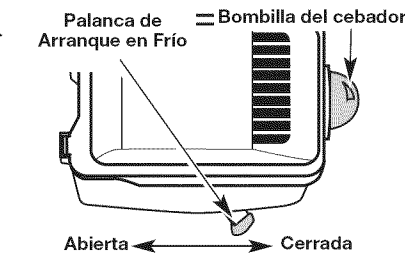

Fig. 9
SI ESTÁ FRÍO... Para funcionamiento en tiempo de frío (por debajo de 40°F), gire la palanca de arranque para tiempo frío (Fig. 9) hacia abajo hasta la posición de cerrada y continúe al paso 3. **NO** gire esta palanca hacia abajo si la temperatura está por encima de 40°F.
3. Oprima completamente y libere la pera del cebador 10 veces, lentamente. Deberá verse alguna cantidad de combustible en la pera del cebador (Fig. 9). Si no puede ver combustible en la pera, oprima y suelte la pera tantas veces como sea necesario hasta que vea combustible en la misma.